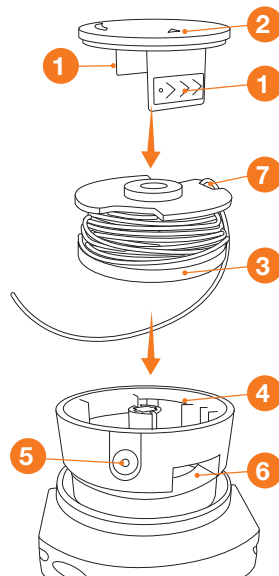

Рис. 14
1. Для разборки головки необходимо надавить на язычки ① крышки ② в пазах головки (Рис. 14).
2. Крышка ② выйдет из пазов и косильная головка будет открыта.
3. Достаньте катушку ③.
5. Заведите леску в прорезь на шпули ⑦.
7. Установите шпулю в корпусе ④, протяните конец лески в отверстие ⑤.
8. Установите крышку ② в корпусе совмещая язычки ① и пазы ⑥.